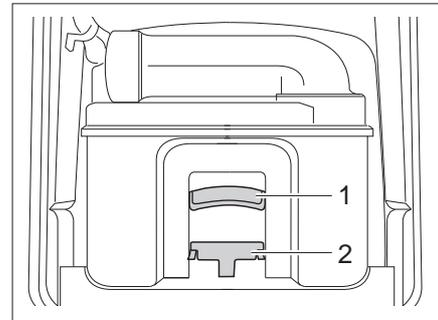

Bild 164 Thetford-Kassette
- Haltebügel (Bild 164,2) nach vorne ziehen um die Toiletten-Kassette zu entriegeln und Kassette am Griff (Bild 164,1) herausziehen.